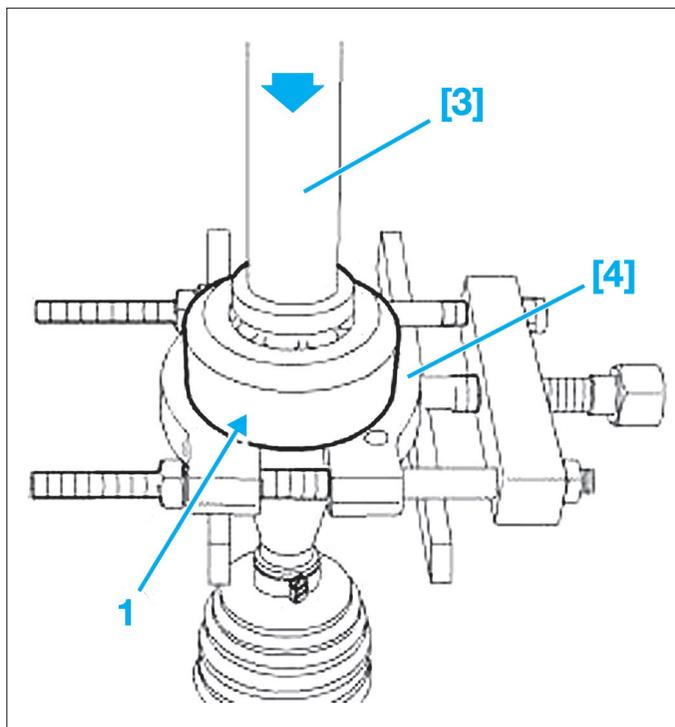

Fig. 15
- [3]. Presse (Fig.15).
- [4]. Extracteur (Fig.15).
- Extraire l'amortisseur de vibration (1) à l'aide d'une presse [3], en prenant appui sur un extracteur [4] (Fig.15).